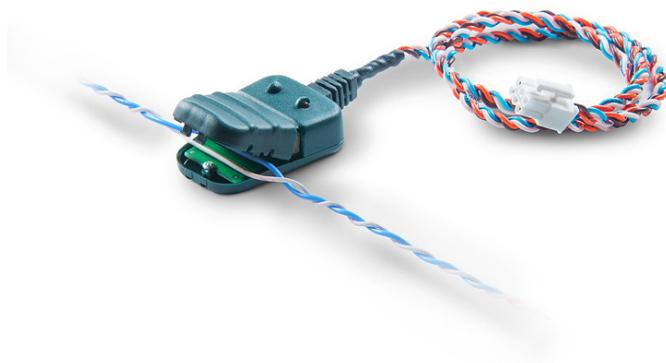
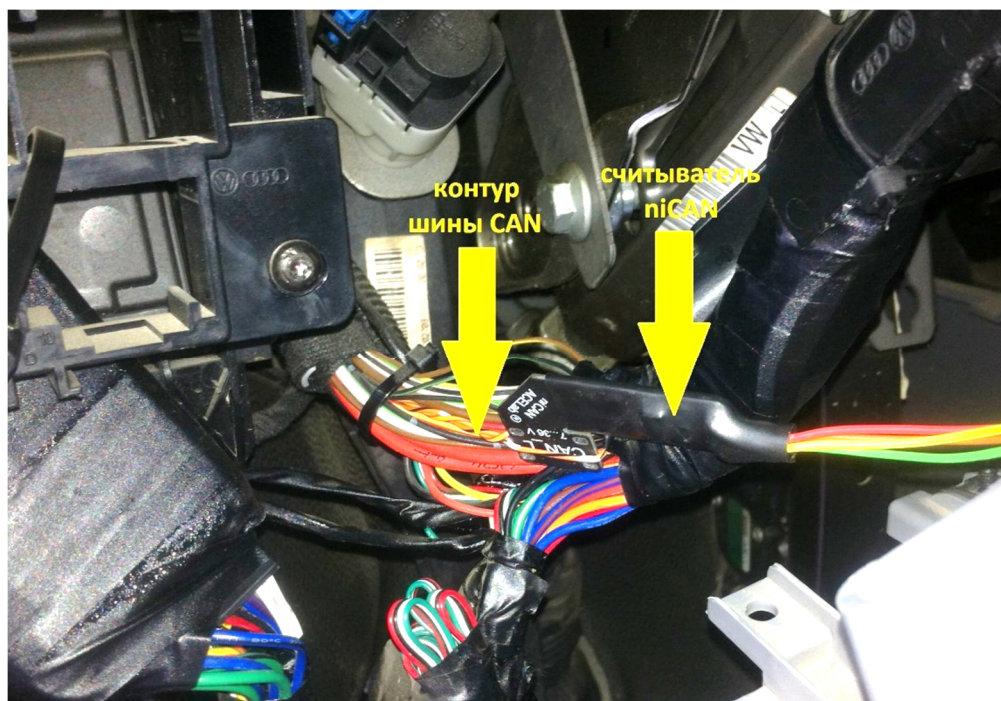
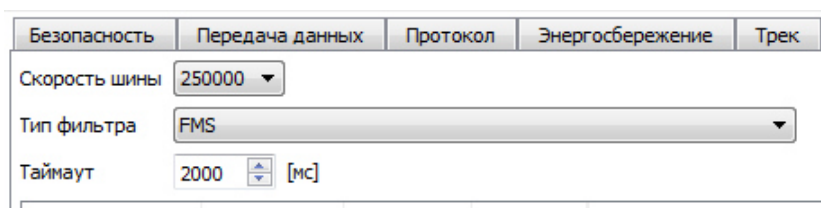
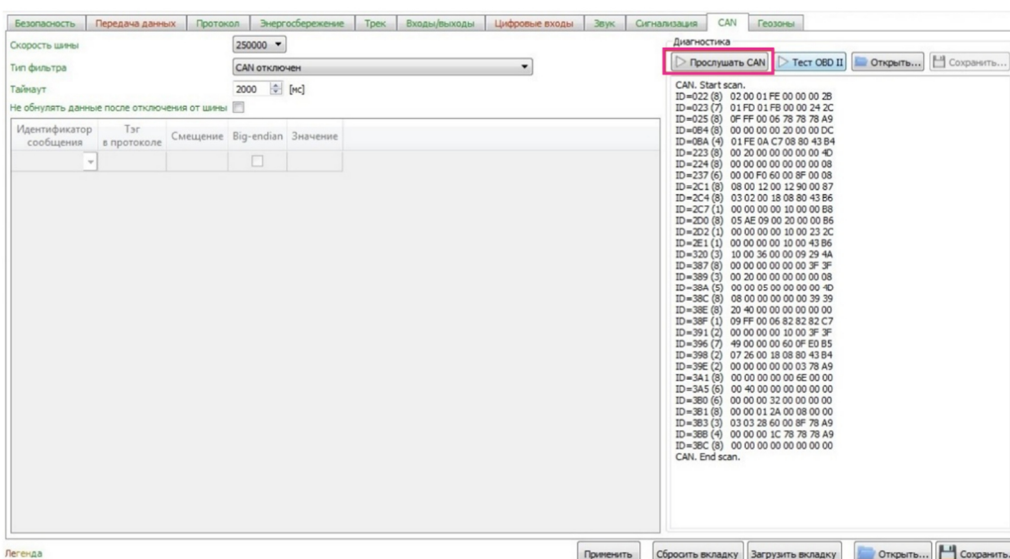

Рис. 11
Рис. 12
Рис. 15
Рис. 18
Подключение к CAN-шине с помощью бесконтактных считывателей, например, piCAN или CAN crocodile (рис. 10 и рис. 11). Данный вариант наиболее безопасный, т.к. такие считыватели позволяют считывать сообщения CAN-шины, не нарушая целостности изоляции проводов (рис. 12). Также подключаясь к шине CAN таким способом, мы сможем только прослушивать существующие сообщения, отправлять запросы в шину можно только подключившись напрямую (п.1 и п.2).
Чтобы убедиться в том, что на контакты разъёма OBD II (рис. 12) действительно выведены CAN-H и CAN-L или в том, что найденная Вами «витая пара» действительно является шиной CAN (рис. 15 и рис. 18), необходимо перед подключением терминала провести следующие действия:
- выберите необходимую скорость шины (рис. 15)